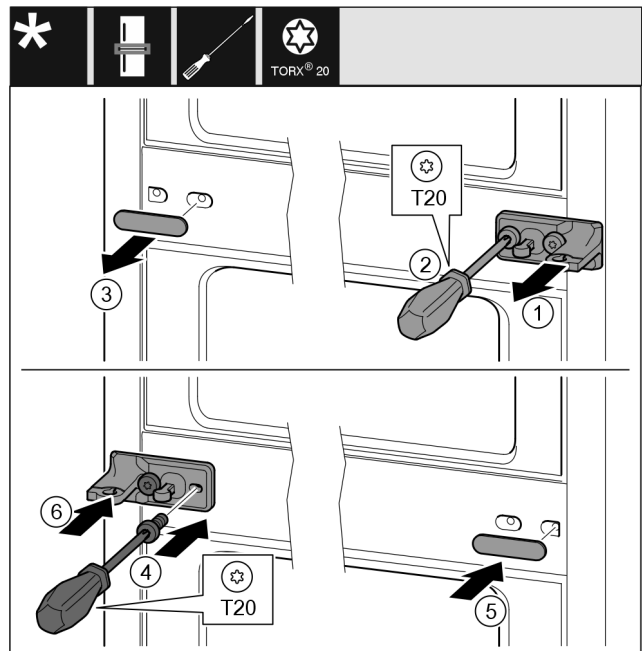

Fig. 12
- ▶ Sfilare la rondella Fig. 12 (1).
- ▶ Estrarre le viti Fig. 12 (2) con un cacciavite.
- ▶ Estrarre la copertura Fig. 12 (3) con cautela.
- ▶ Stringere bene il blocco di supporto con pellicola Fig. 12 (4) ruotato di 180° sull'altro lato.
- ▶ Applicare la copertura Fig. 12 (5) ruotata di 180° sull'altro lato.
- ▶ Infilare la rondella Fig. 12 (6) dal davanti.